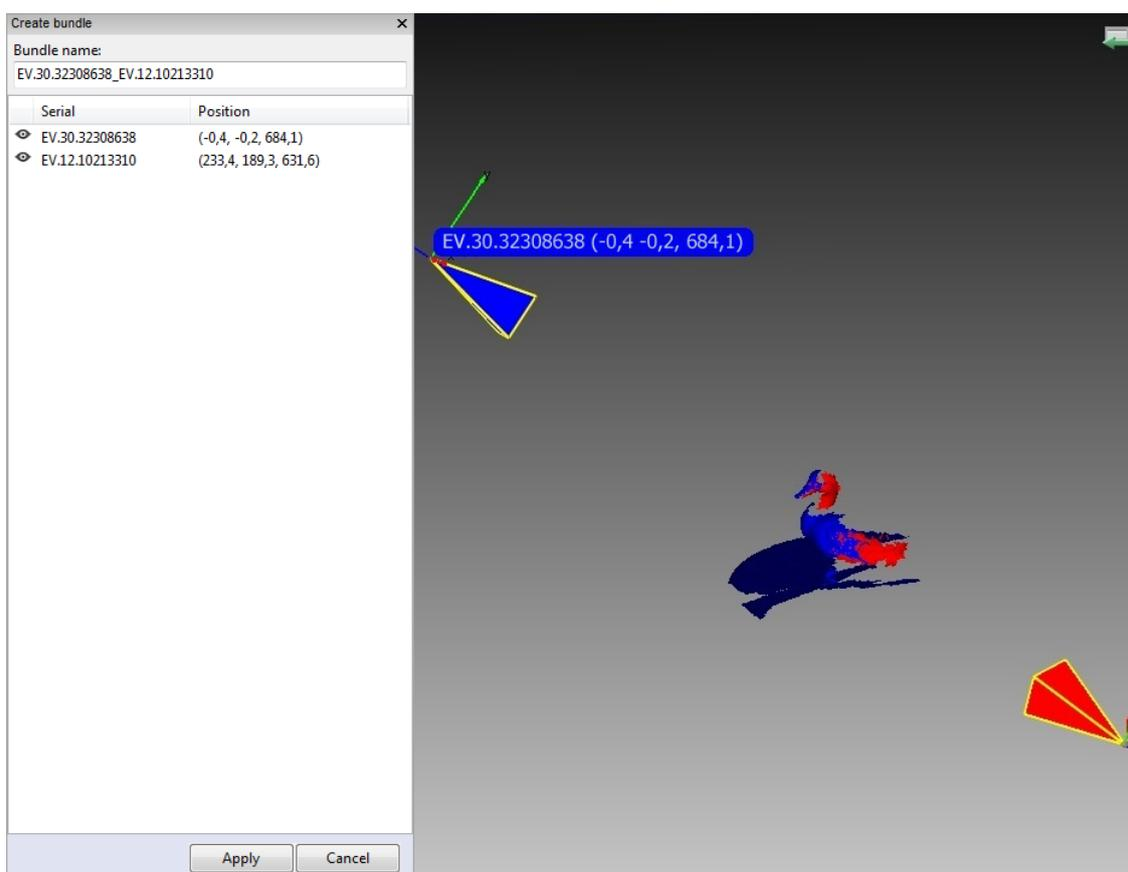

Рис. 10.4: Окно создания бандла
5. Выберите пункт меню *Файл* → *Создать бандл*. В случае если вы забыли предварительно совместить сканы, будет выдано предупреждение. Если все сделано правильно, появится панель создания бандлов (см. *Рис. 10.4*). В окне *3D вида* отобразятся выбранные сканы, положение и направление обзора камер (отображаются пирамидками соответствующих цветов), серийный номер устройства и координаты камеры. На панели показывается список подключенных устройств и соответствующая им информация.